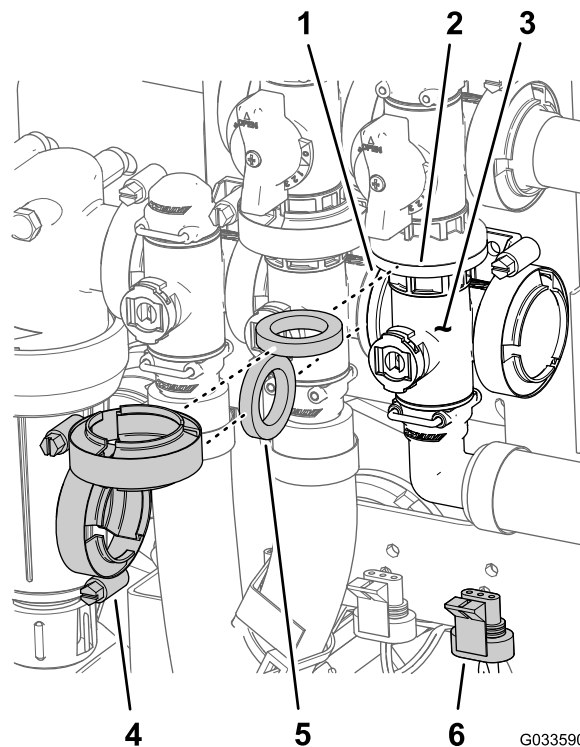

Figura 129
- Monte el distribuidor de la válvula maestra de los brazos, la junta y la válvula maestra de desvío de los brazos con una brida de fijación apretada a mano (Figura 129).
- Alinee la brida del distribuidor de la válvula maestra, una junta y el distribuidor de la válvula de agitación (Figura 129).
- Monte el distribuidor de la válvula maestra, la junta y el distribuidor de la válvula de agitación con una brida de fijación y apriete a mano (Figura 129).
- Alinee la brida del distribuidor de la válvula maestra de los brazos, una junta y la brida de la válvula maestra de desvío de los brazos (Figura 129).
- Monte la válvula de agitación en el soporte de la válvula con el perno con arandela prensada y la contratuerca con arandela prensada (Figura 129) que retiró en el paso 3 de Retirada del distribuidor de la válvula maestra de los brazos (página 84), y apriete el perno y la tuerca a 10-12 N·m.